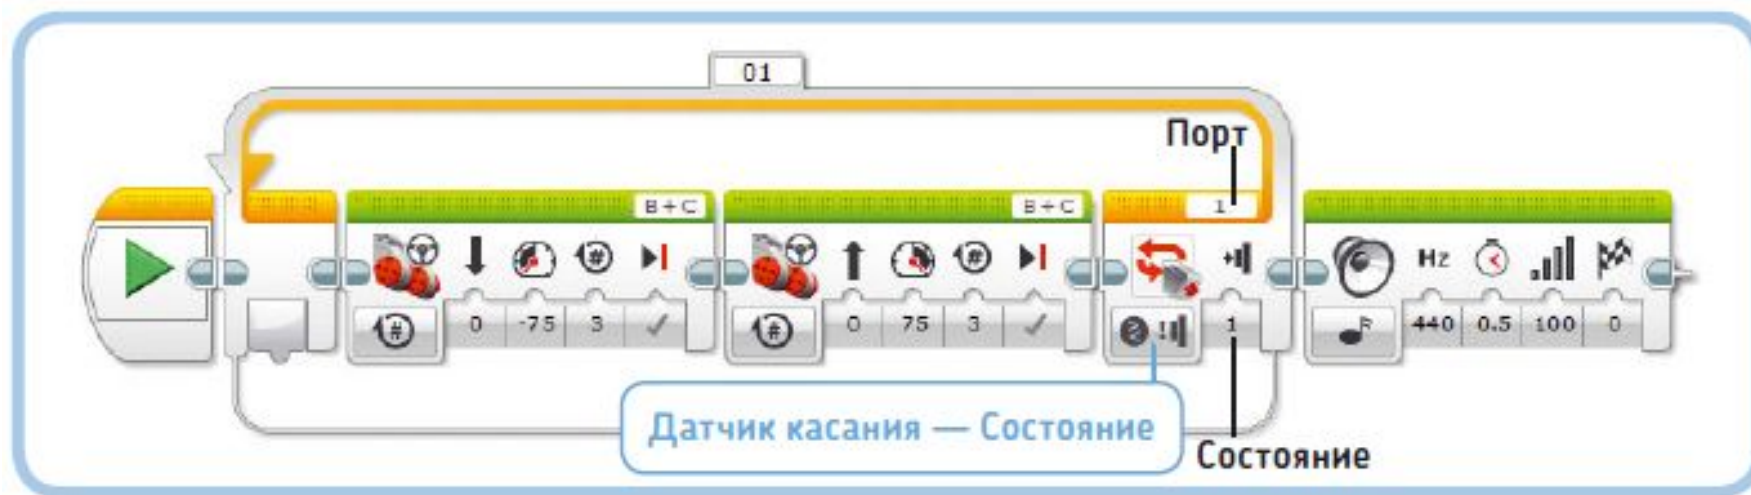

Рис. 6.10. Программа LoopUntilTouch. Чтобы настроить блок **Цикл**, нажмите кнопку выбора режима и выберите пункт **Датчик касания** ▶ **Состояние**
Как вы узнали в главе 5, вы можете настроить блок **Цикл** (Loop) на повторение определенное число раз, или в течение некоторого количества секунд, или на бесконечное заикливание. Вы также можете запрограммировать блок **Цикл** (Loop) на остановку цикла на основе входного сигнала от датчика. Например, вы можете сделать так, чтобы ваш робот двигался вперед и назад, пока кнопка датчика касания не будет нажата. Чтобы таким образом настроить блок **Цикл** (Loop), выберите режим **Датчик касания ► Состояние** (Touch Sensor ► State), как показано на рис. 6.10. Как и прежде, присвойте значение **1** параметру **Порт** (Port).
- Блок **Цикл** (Loop) в режиме **Сравнение** (Compare) проверяет новые значения датчика каждый раз при готовности запустить блоки внутри цикла. Если условие истинно, то программа переходит к блоку, расположенному после цикла; если оно ложно, то цикл запускается снова (см. рис. 6.10). Блоки **Цикл** (Loop) всегда находятся в режиме сравнения.